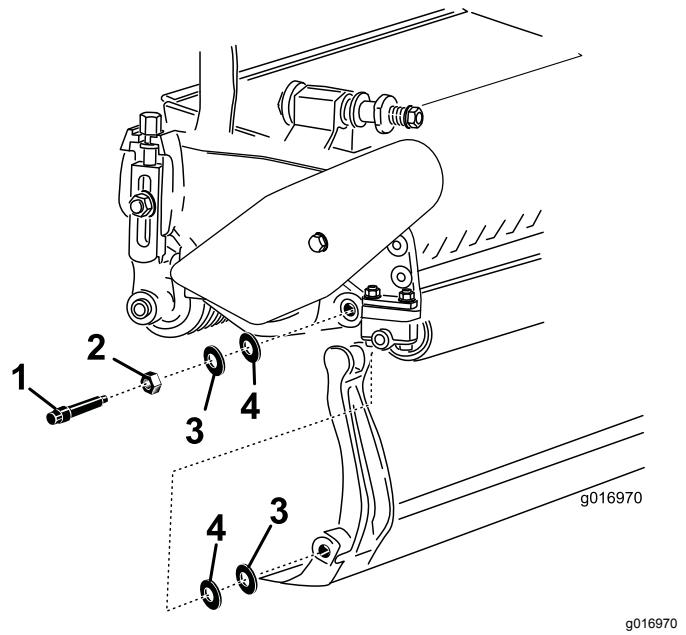

図 20
- ベッドバーの両端にナイロンワッシャーとスチールワッシャーが2枚ずつあるので注意する図 20。
- サイドプレートのボスの両側にナイロンワッシャを入れる。その外側からスチール製ワッシャを取り付ける(図 20)。